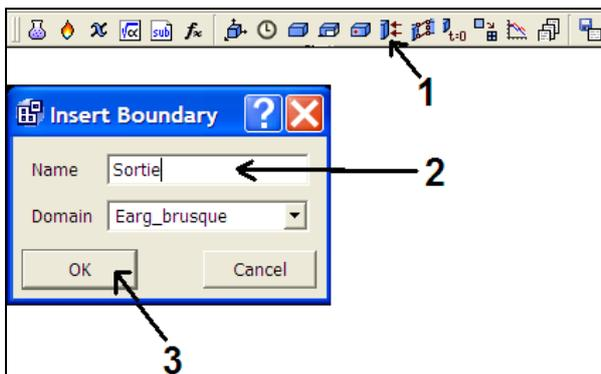

Figure 39
**b- Sortie :** On supposera que l'écoulement quitte la conduite avec une pression atmosphérique. Suivre les instructions des figures 39, 40 et 41 pour définir une condition de sortie.